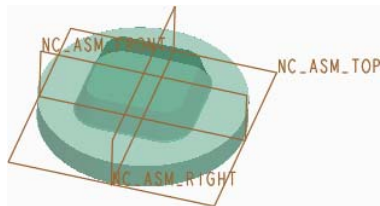

图 7.4.3 放置后的工件模型
Step3. 在“元件放置”操控板中选择 **默认** 选项，然后单击  按钮，完成毛坯工件的放置，放置后如图 7.4.3 所示（图中已隐藏参考模型）。